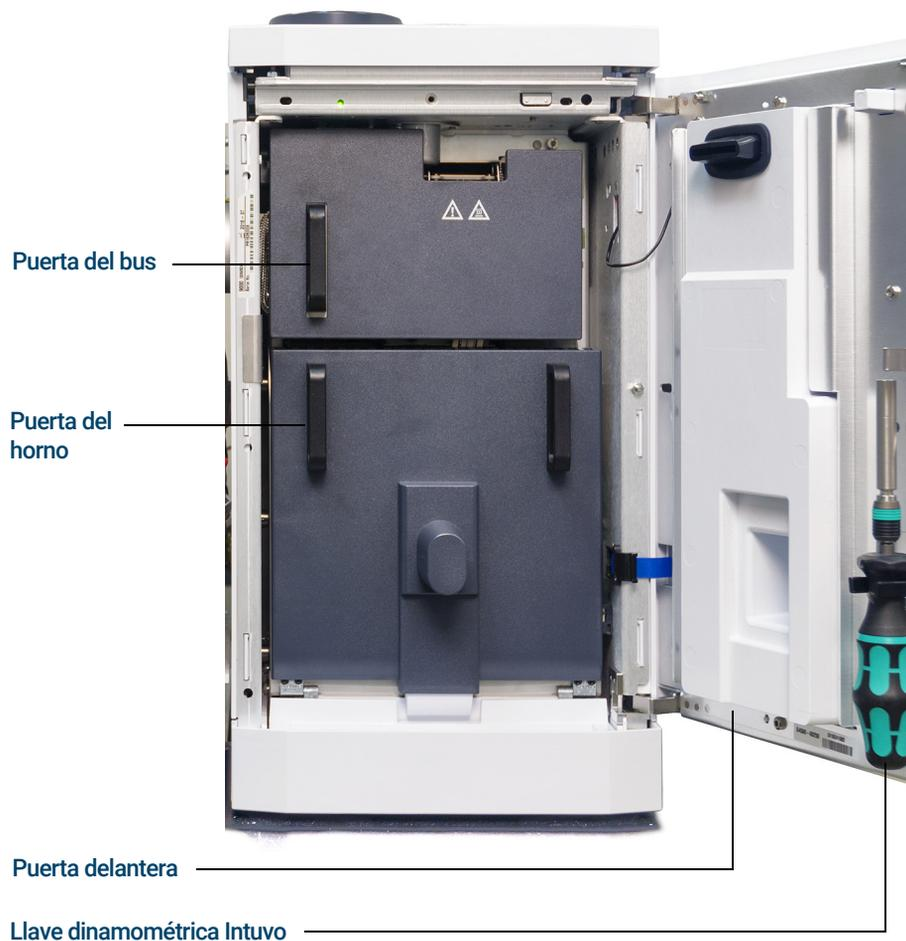

Figura 9. Puerta delantera, puerta del bus, puerta del horno y llave dinamo-métrica Intuvo del sistema GC 9000
- 4 Abra la puerta delantera del GC. (Consulte la **Figura 9** en la página 66).